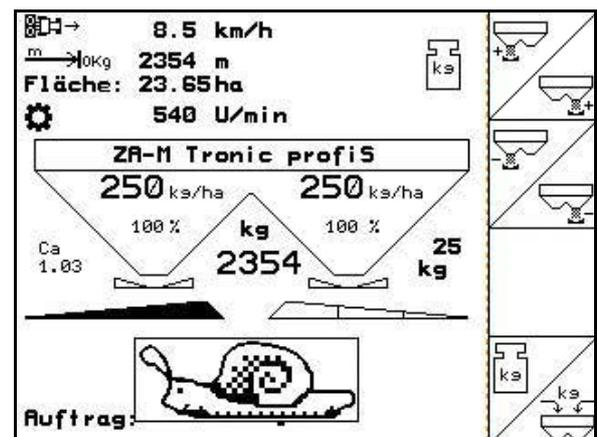

Рис. 43
13.  перейдите в рабочее меню (Рис. 43).